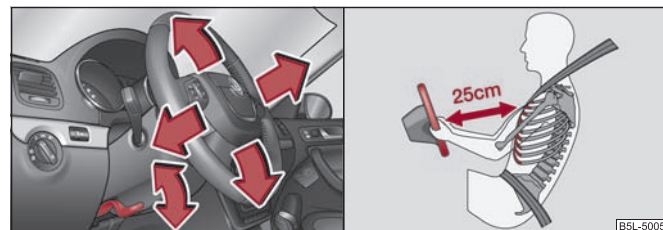

Fig. 3 Volan reglabil: Maneta de sub volan / Distanța corectă față de volan
- Îndreptați maneta de sub volan, în jos ⇒ fig. 3 - stânga.
- Reglați astfel scaunul șoferului astfel încât distanța dintre volan și torace să fie de cel puțin 25 cm ⇒ fig. 3 - dreapta. Dacă nu se respectă această distanță, sistemul airbag nu își poate exercita eficiența maximă – Pericol!